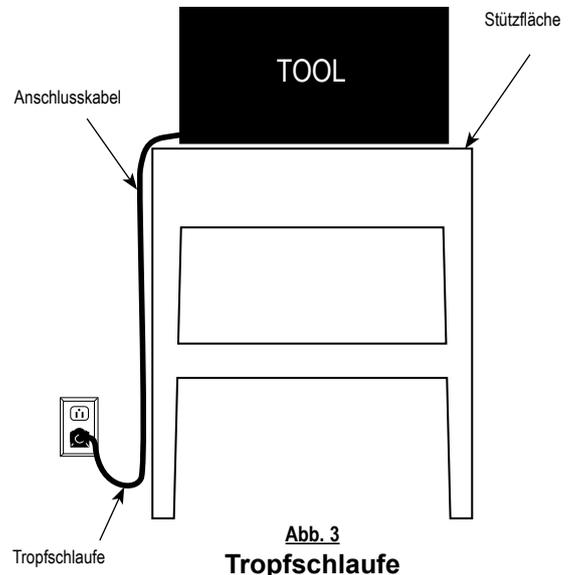

Abb. 3
- Um die Nässegefahr für den Stecker und die Dose zu eliminieren, positionieren Sie den Fliesenschneider so, dass kein Wasser auf den Stecker oder die Dose tropfen kann. Der Bediener sollte eine "Tropfschlaufe" in das Anschlusskabel integrieren. Die "Tropfschlaufe" besteht daraus, dass sich das Kabel oder bei Verwendung eines Verlängerungskabels der Stecker unterhalb der Dose befindet, damit das Wasser nicht am Kabel entlang in die Dose laufen kann. *Siehe Abb. 3*.